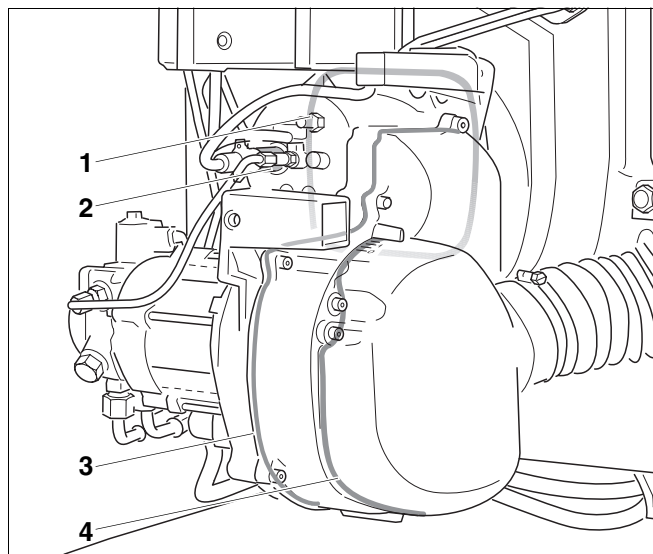

Рис. 44 Дополнительное уплотнение Logatop BE RLU
- плоское уплотнение фланца горелки (рис. 44, **поз. 1**).
- уплотнение шумоглушителя (рис. 44, **поз. 4**).
- уплотнение основания корпуса круглым шнуром (рис. 44, **поз. 3**).
- держатель датчика пламени (рис. 44, **поз. 2**).